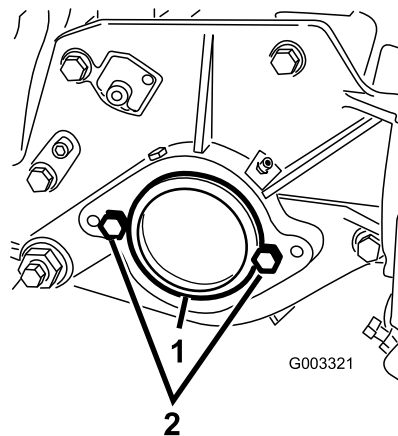

Figura 11
2. Sul lato destro dell'apparato di taglio, rimuovete il tappo in plastica dall'alloggiamento del cuscinetto (Figura 11).
3. Togliete le 2 viti a testa cilindrica dalla piastra laterale destra (Figura 11).
5. Montate, senza stringere eccessivamente, le 2 viti di montaggio del motore del cilindro sulla piastra laterale sinistra dell'apparato di taglio (Figura 11).